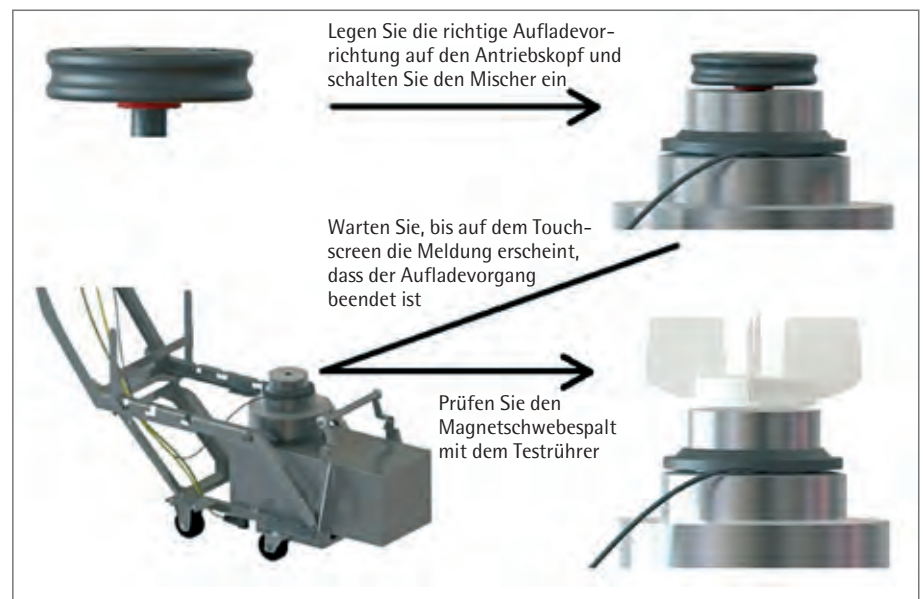

Abbildung 40 Superleiter-Aufladesequenz
3. Entfernen Sie die Schutzabschirmung von der magnetischen Ladevorrichtung und setzen Sie die Ladevorrichtung mit dem Lagerende nach unten auf den Schwebekopf auf, wie in Abb. 40 dargestellt.